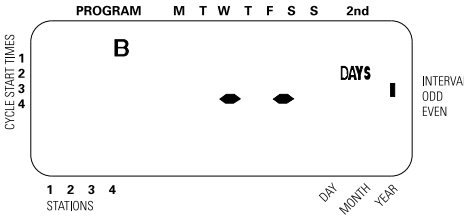

Figura 7: Display a cristalli liquidi con intervalli d'irrigazione
- Ruotare il quadrante circolare su **WATERING INTERVAL (INTERVALLO D'IRRIGAZIONE)**. Il cursore lampeggerà sul lato sinistro della parola Interval. *[vedi Figura 7]*